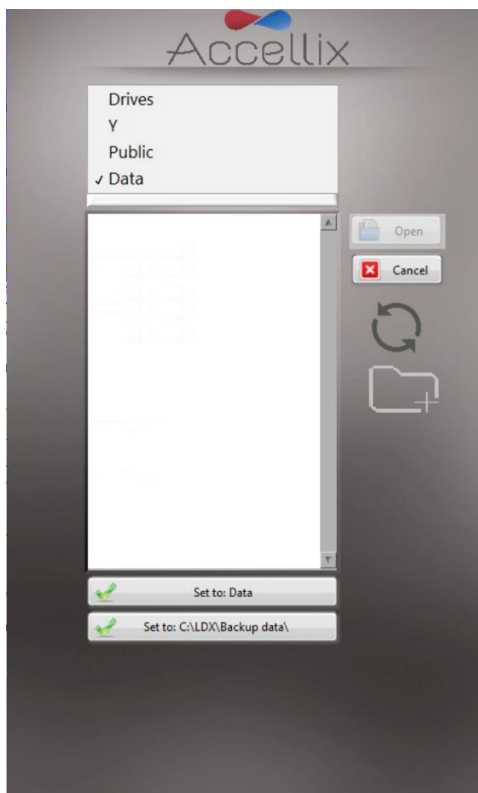

Figure 32 : écran Configuration de la destination des données
- La destination de la copie est sélectionnée dans la fonction **Destination Location** (Emplacement de destination) (Figure 32). Consultez la section 12.7.2 pour définir l'emplacement de destination (s'il y a lieu) avant de copier les fichiers.
En appuyant sur l'icône de dossier, l'écran **Set Data Destination Configuration** (Configuration de la destination des données) s'affiche (Figure 32) :